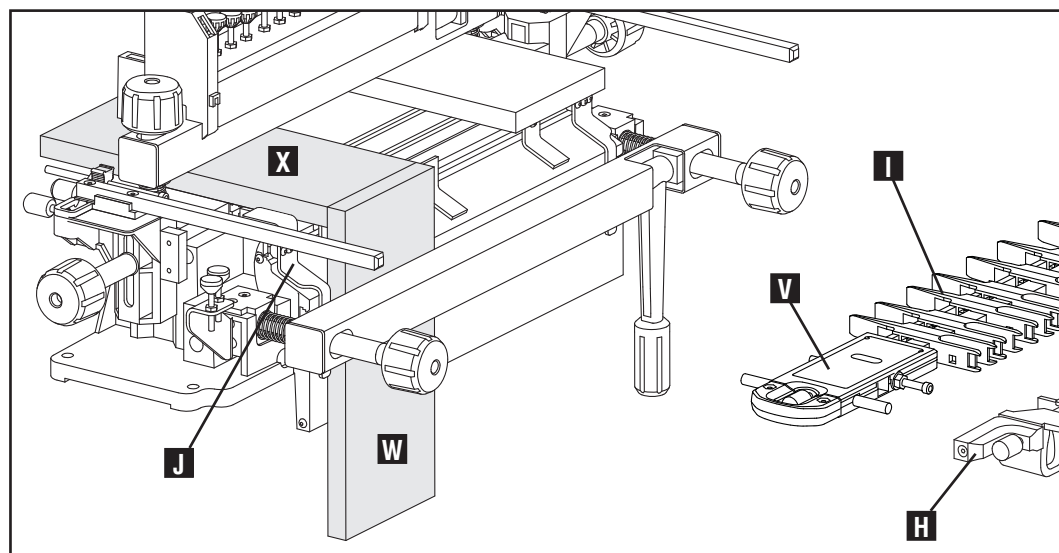

Fig. E11
1. Enlevez la barre stabilisatrice (H), Fig. E11, et enlevez le gabarit (I).
2. Placez le rebut horizontal (X) sur le gabarit de montage.
3. Remplacez le gabarit de montage de façon à ce que l'étiquette jaune « Queues B » (V) soit localisée dans le coin supérieur gauche.
4. Faites glisser le hayon (tiroir de côté) (W) vers l'intérieur contre le gabarit abaissé (I) (montré en détaché pour plus de clarté) avec la surface extérieure faisant face vers le bas. Faites glisser une pièce de rebut horizontale (X) en place derrière la pièce à la verticale afin d'aider à réduire le déchirement.